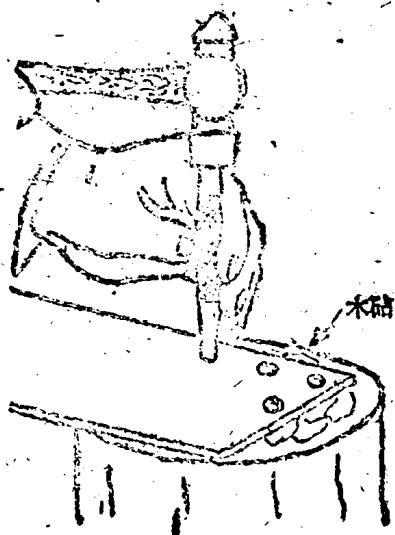

图17 用实心铁钻孔
①使用实心铰时，先在工作物上划好记号，再选用大小适当的铰子，将工作物放到木砧上，将铰头用左手垂直持住对正记号，右手用手锤锤击，直到锤穿为止（如图17）；
②使用空心铰时，也应在工作物上按铰孔大小先划好记号，再将工作物放到木砧上，选用适合圆孔大小的空心铰用锤锤击，直到铰穿为止。